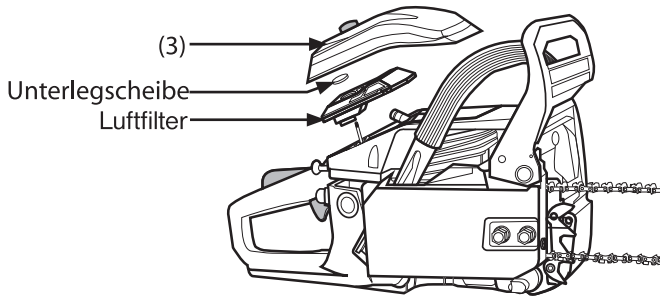

Abb. 29
2. Nehmen Sie die Luftfilterabdeckung (3) ab.
3. Entnehmen Sie den Luftfilter (Abb. 29).